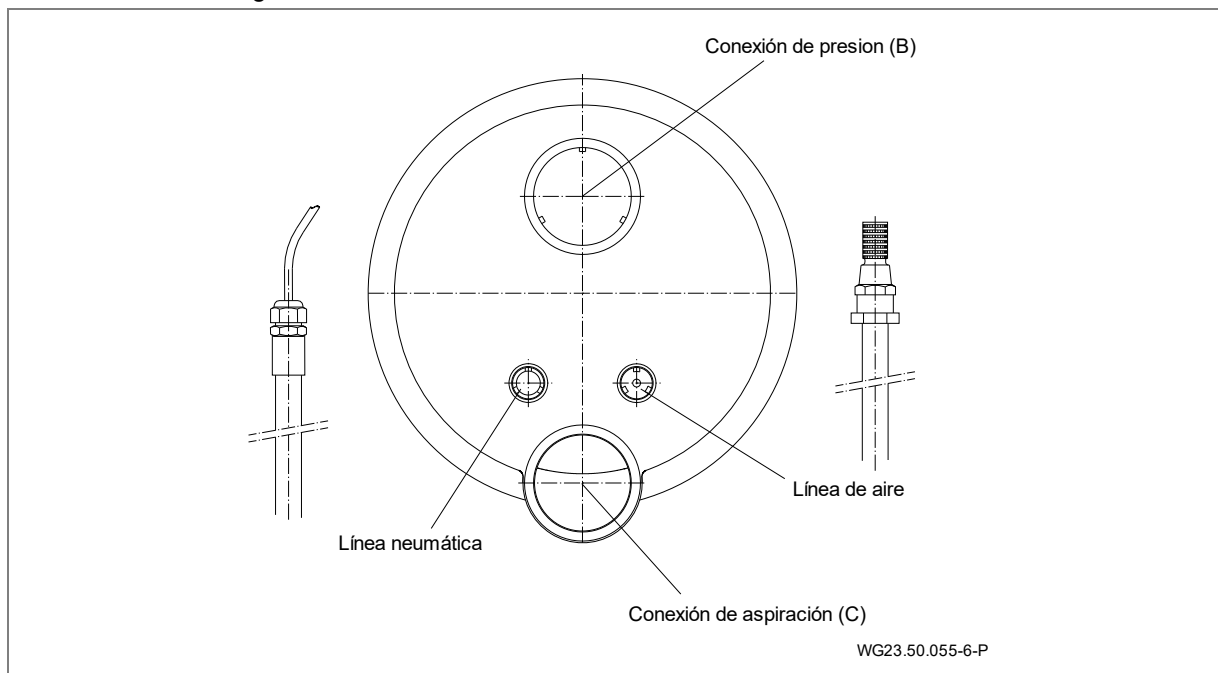
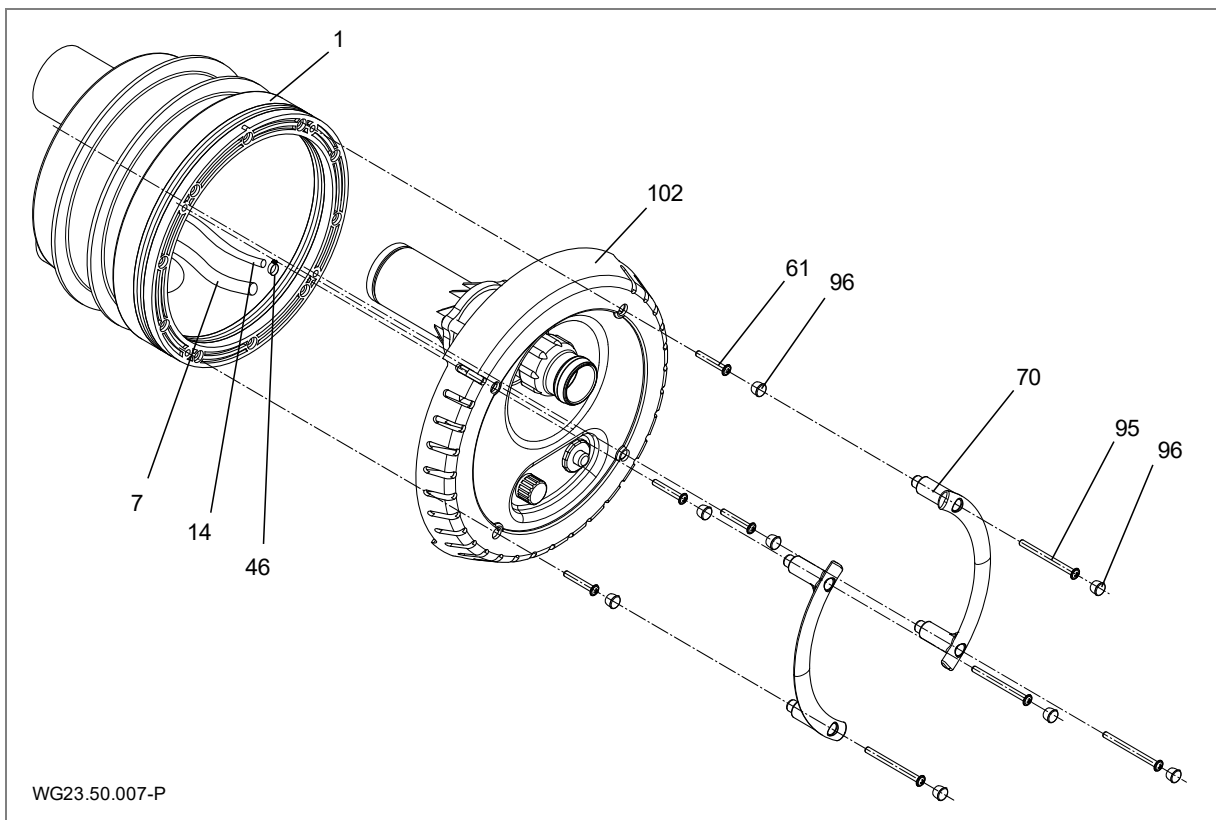

Fig. 16
Fig. 17
1. Pegar la manguera protectora y la línea de aire. (Fig. 16)
2. Colocar la carcasa de las boquillas (102.1) contra la carcasa empotrada (1).
3. Pasar la manguera neumática por la manguera protectora y sellarla con el racor para cables (20).
4. Montar la tubería de aire con la abrazadera (8) en el regulador de aire (21) instalado de fábrica.
5. Fijar la carcasa de las boquillas (102.1) a la carcasa empotrada (1) con cuatro tornillos de rosca (61).
6. Colocar los cuatro tapones decorativos (96).
7. Opcionalmente, puede montarse la manilla adjunta. Para ello, atornillar las manillas con los cuatro tornillos (95) y los cuatro tapones decorativos (96) en la carcasa de las boquillas (102.1). (Fig. 17)
8. Colocar los cuatro tapones decorativos (96).
9. Conectar los lados de aspiración y de presión de la bomba Jet (92) a la carcasa empotrada (1) con el medio racor (98, 99, 100), el ángulo de goma (79) y las abrazaderas (75) correspondientes.